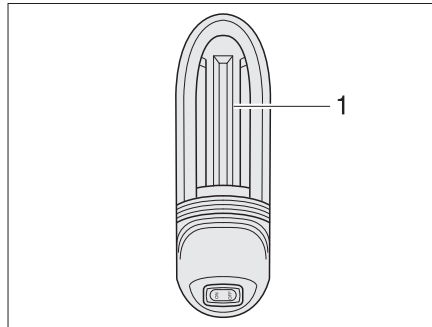

Fig. 299 Lampe de garage
- Pousser le cache de luminaire (Fig. 299,1) vers le haut et l'enlever.